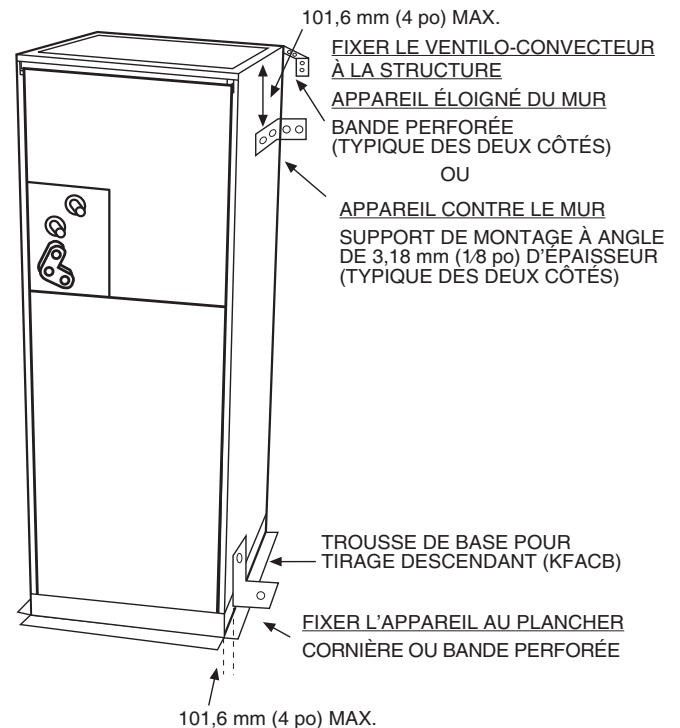

Figure 7 – Applications pour maisons préfabriquées et maisons mobiles A07141FR
- b. Si le ventilateur-convecteur se trouve contre un mur, fixez-le au poteau mural au moyen de cornières de 3 mm (1/8 po) d'épaisseur. Fixez les supports au ventilateur-convecteur au moyen de vis autotaraudeuses n° 10 et au poteau mural au moyen de vis tire-fond de 8 mm (5/16 po) (Figure 7).